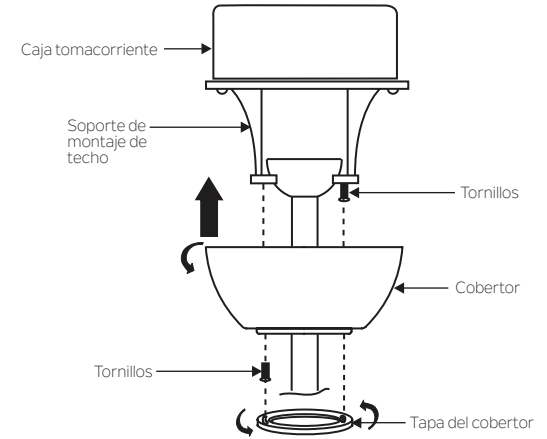

Fig. 13
**NOTA:** Ajuste los tornillos del cobertor hasta que el cobertor y la tapa del mismo queden juntas. (Fig. 13)